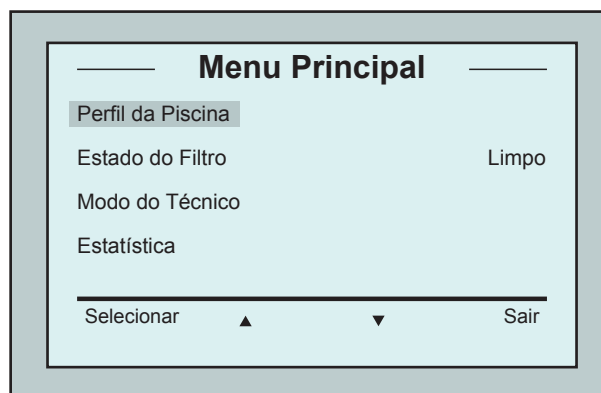

Figura 6: Ecrã *Menu Principal*
O Dolphin Wave foi projetado para lidar com 4 diferentes configurações de piscina, que quando estão configuradas, são armazenadas na memória do MMI. O robô é pré-configurado de fábrica, com configurações padrão específicas de piscinas, mas que podem ser reconfiguradas. Consulte o primeiro ecrã do Menu Principal, Figura 6 e Configurações Personalizadas, página 7.
2. Pressione **Menu** para entrar no *Menu Principal* (Figura 6).